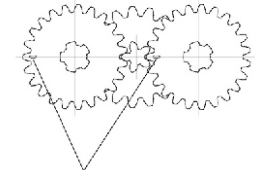

Figura 3 - Cojinetes gemelos de marcas de reglaje
- 2 Montaje es el inverso al de desmontaje. Los engranajes dobles tienen cada uno una "o" estampada en ellas que se utiliza como una marca de sincronización. Los engranajes gemelas deben instalarse de manera que el calendario marca coinciden en señalar con exactitud la posición de las 9 a la vez. (Ver figura 3)